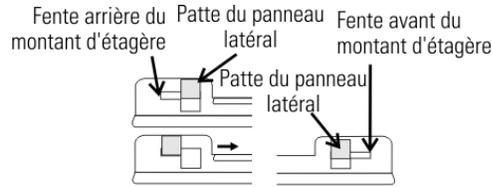

Figure 1-11. Fente et ergot
3. Installez les montants d'étagères en plaçant la fente arrière du montant sur la languette arrière appropriée du panneau latéral. Tirez le montant vers l'avant et engagez sa fente avant sur la languette avant appropriée du panneau latéral. Reportez-vous Figure 1-11.